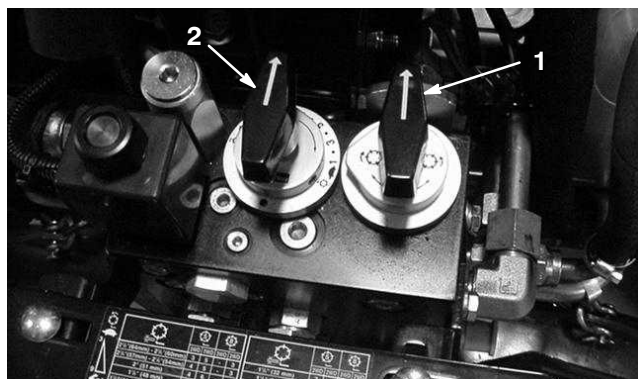

Figure 64
3. Tournez le bouton de rodage sur le bloc hydraulique (Fig. 64) dans le sens horaire à la position de rodage. Tournez le bouton de vitesse des cylindres (Fig. 64) à la position 1.